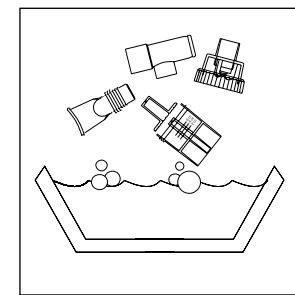

Figure 8
1. Laisser tremper les pièces pendant 30 minutes dans une solution de trois parts d'eau chaude et une part de vinaigre blanc, dans un récipient ou bol propre (**Figure 8**) Ou utiliser un désinfectant bactérien germicide médical, disponible chez le fournisseur. En ce qui concerne le nébuliseur réutilisable, le nettoyer tous les jours dans le panier supérieur du lave-vaisselle. Suivre à la lettre les instructions du fabricant.